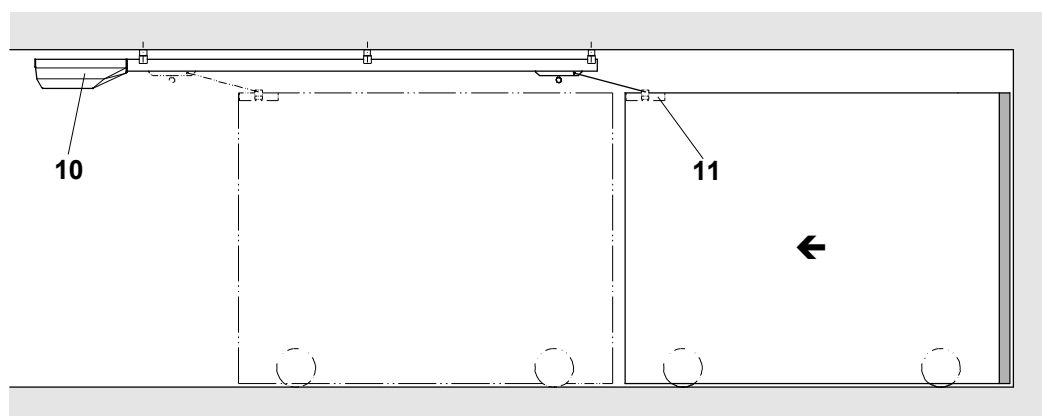

Fig. 3
B) Tête d'entraînement (10) derrière la porte ouverte. Fig. 3